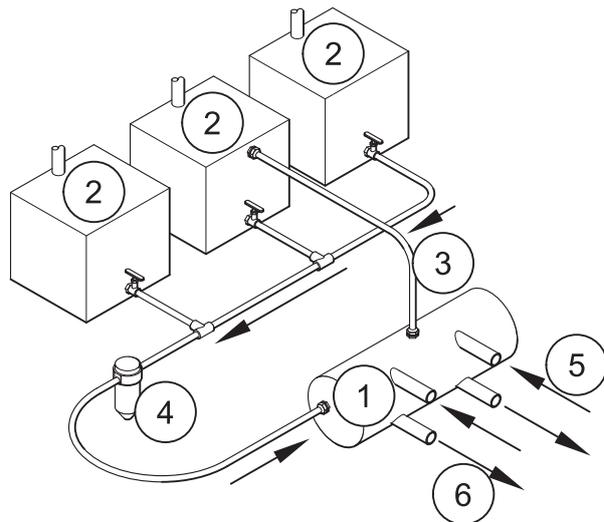

Figura 28
La figura 28 mostra un serbatoio di raccolta (1), alimentato da tutti i serbatoi di accumulo (2) e collegato alle tubazioni di mandata e ritorno del motore, ma con un tubo di sfiato (3) presente su qualsiasi serbatoio che lo richieda e ad esso collegato nel punto più alto. Le mandate di combustibile (5) devono essere situate sul fondo del serbatoio di accumulo, mentre i ritorni di combustibile (6) nella parte superiore.